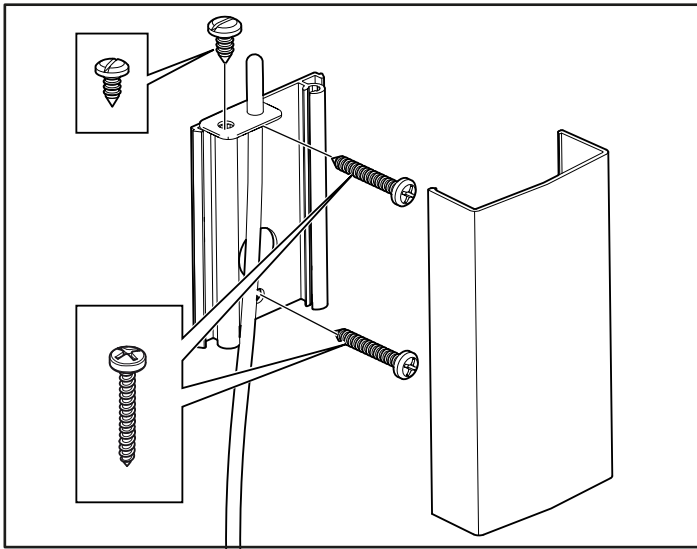
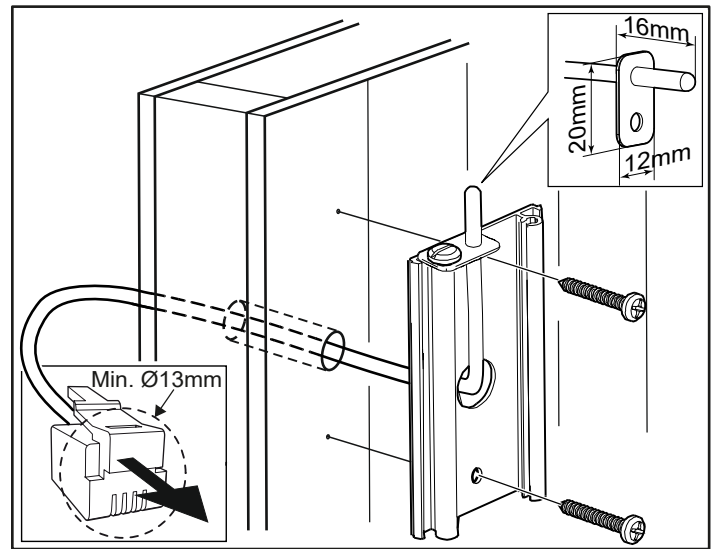

Fig. 15 : Montage du capteur
Fig. 16 : Raccordement à travers la cloison.
13. Installer le capteur sur la cloison, voir la figure 15. Le câble du thermistor peut également passer à travers la cloison. Boucher, le cas échéant, les orifices dans la cloison derrière le capteur, voir la figure 16. Il est possible de prolonger le câble du thermistor en utilisant un câble (2 conducteurs) basse tension, à l'extérieur du sauna.